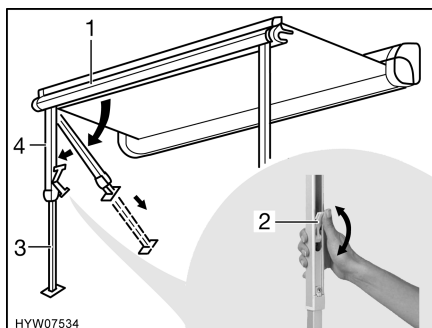

Bild 11 Ställa upp stödbenen
- Lossa stödfötterna (Bild 11,4) med lätt tryck bakåt ur frontlisten (Bild 11,1), fäll ut dem och ställ dem upp.
- Dra ut den undre delen av stödbenen (Bild 11,3) till önskad längd.
- Stäng spärren på stödbenen. Tryck då låsarmen (Bild 11,2) uppåt.